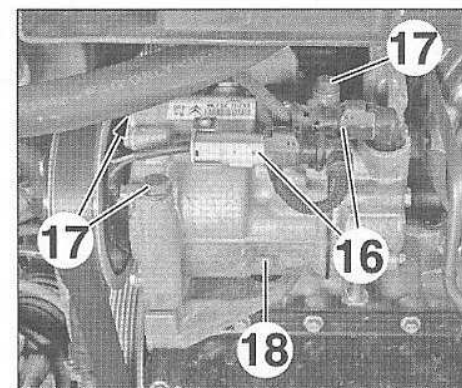

FIG.113
- Débrancher les connecteurs (16) (Fig.113).
- Déposer les vis (17).
- Sans débrancher les canalisations de climatisation, écarter et brider le compresseur (18).